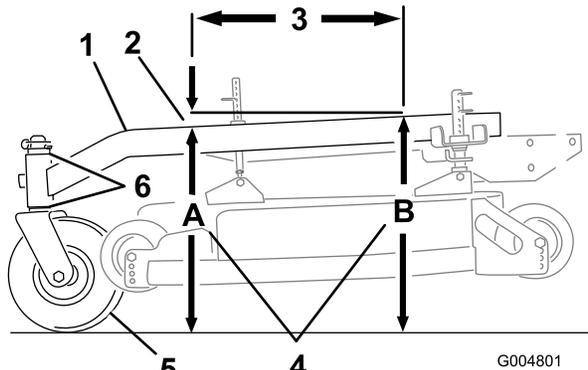

Figura 54
El bastidor de tiro debe tener una inclinación longitudinal de entre 3 mm y 9 mm en una longitud de 61 cm (Figura 54).
1. Mida 61 cm en el bastidor de tiro (Figura 54).
2. Mida la altura del bastidor de tiro en la posición **A** (Figura 54).
3. Mida la altura del bastidor de tiro en la posición **B** (Figura 54).
4. La altura en la posición **A** debe ser de 6-10 mm menor que la de la posición **B** (Figura 54).
5. Si la inclinación del bastidor de tiro no es la correcta, mueva los espaciadores de las ruedas giratorias para obtener una inclinación de 6-10 mm (Figura 54).